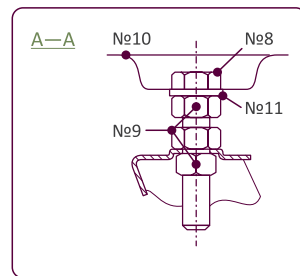

РИСУНОК 2 / 2-СУРЕТ
5. Установите опору зоны слива (с маркировкой «4») со стороны отверстия слива (см.рис.1 разрез Б и рис.2): наденьте опору на установленный в отверстие скобы болт М6х30...40, предварительно установив прокладки на радиусные поверхности опоры.